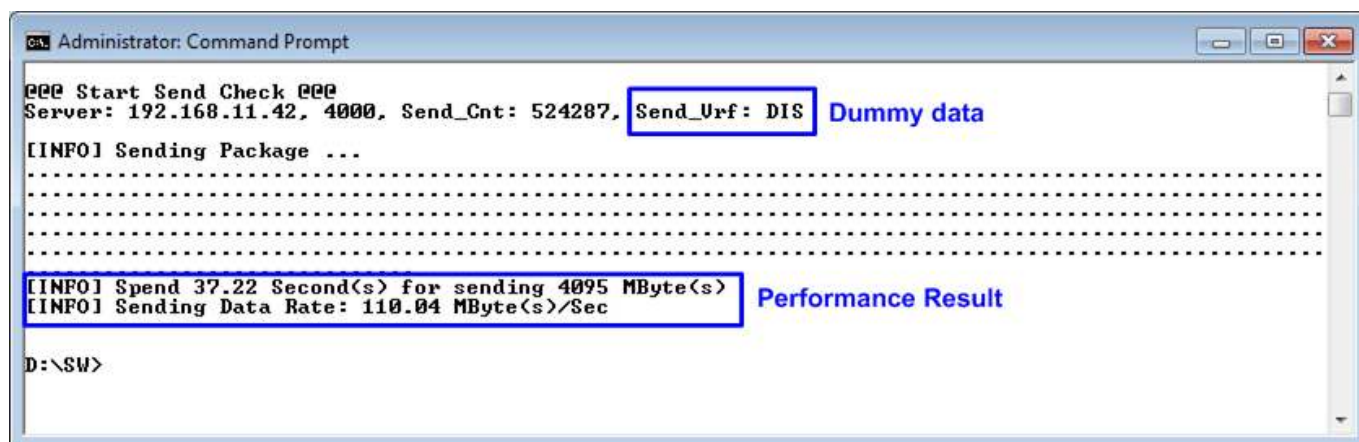

図 4-13: ベリファイなしでの“send_udp_client”実行結果例
- パケット転送中テスト・アプリケーションは“...”を表示し続けます。全データ転送後パフォーマンス結果が図 4-13 のように表示されます。